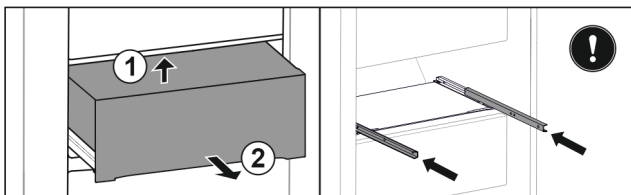

Fig. 41
- ▶ Soulever la partie arrière en l'attrapant par le bas Fig. 41 (1).
- ▶ Sortir le tiroir par l'avant Fig. 41 (2).